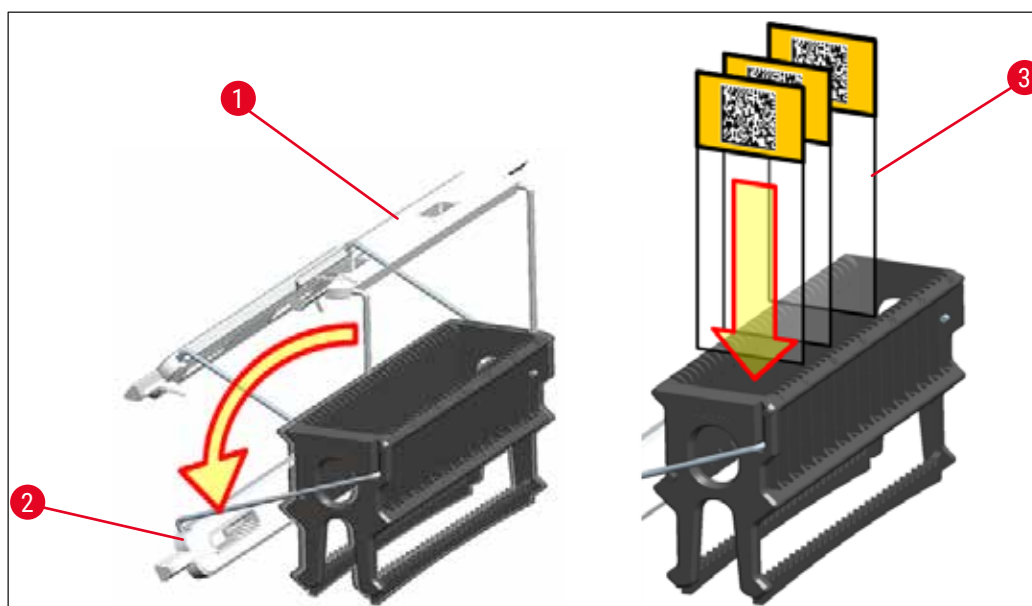

Рис. 83
- На передней стороне штатива нанесен логотип Leica. При установленной ручке на ней видна надпись **FRONT** (→ "Рис. 83").
1. Переведите ручку штатива в вертикальное положение (→ "Рис. 83").